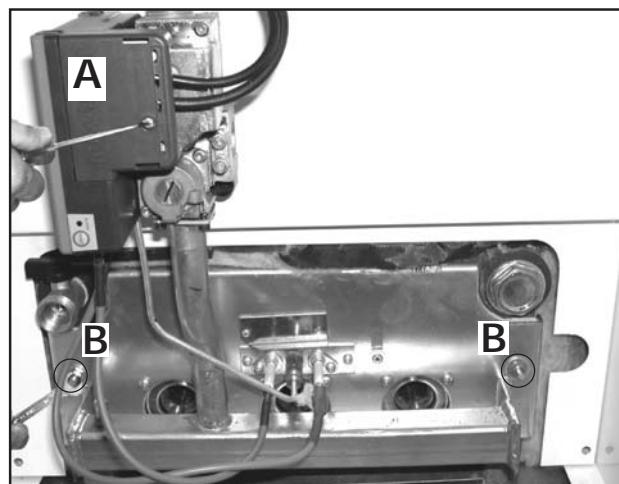

fig. 8
- Scoateti blocul electronic de comanda **A** de la valva de gaze (fig. 8);
- Desfaceti cele doua piulite **B** care fixeaza usa camerei de ardere la elementii din fonta ai cazonului (fig. 8);